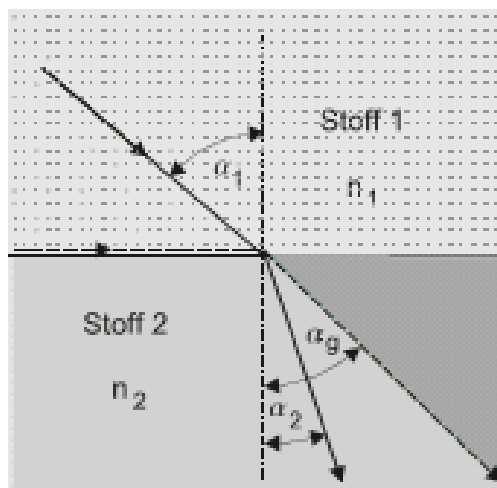
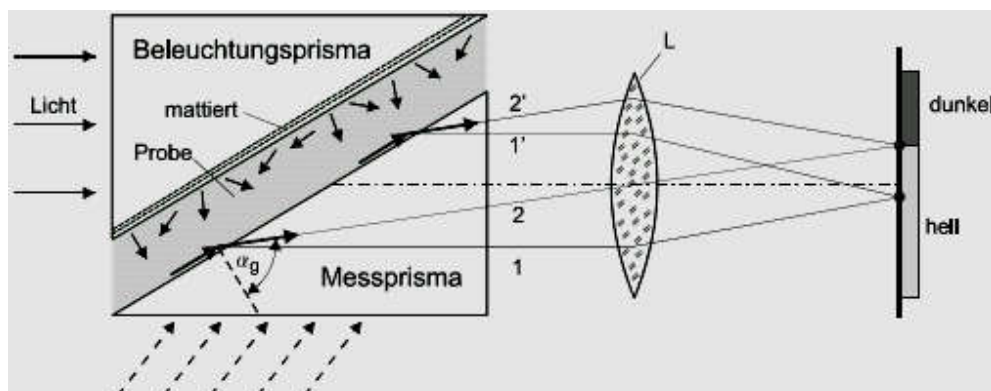

Abbildung 1 : Das Brechungsgesetz
Abbildung 2 : Prismenkörper
Auch wenn im Stoff 1 im gesamten punktierten Winkelbereich Licht einfällt, wird im Stoff 2 nur bis zum Grenzwinkel α_g der Totalreflexion der schraffierte Winkelbereich ausgeleuchtet (s. Abb. 1). Dieser Grenzwinkel wird beim ABBE-Refraktometer zur Bestimmung der Brechzahl verwendet. Im Prismenkörper (s. Abb. 2) sind das Messprisma und das Beleuchtungsprisma so angeordnet, dass zwischen ihren Grundflächen ein Hohlraum zur Aufnahme der flüssigen Probe entsteht.
Er ist in der Abbildung stark vergrößert gezeichnet. Das in das Beleuchtungsprisma einfallende Licht wird an der matten Grundfläche gestreut und durchsetzt die Probe in allen Richtungen; insbesondere trifft es auch streifend auf die Grundfläche des Messprismas, die für die Messung entscheidende Grenzfläche. Das streifend einfallende Licht (s. Abb. 2, dicke Pfeile) führt im Messprisma zum Grenzwinkel α_g , wenn die Brechzahl der Probe n_{Probe} kleiner als die Brechzahl des Messprismas n_{Prisma} ist.
- Im reflektierten Licht, anwendbar für alle festen und flüssigen Substanzen, wird das Beleuchtungsfenster (7) geöffnet, so dass das Licht dann schräg von unten (s. Abb. 2, gestrichelte dicke Pfeile) in das Messprisma eintritt. Dieses Messverfahren ist auch für stark gefärbte Flüssigkeiten und undurchsichtige feste Stoffe anwendbar, im Gegensatz zu den beiden vorstehenden.